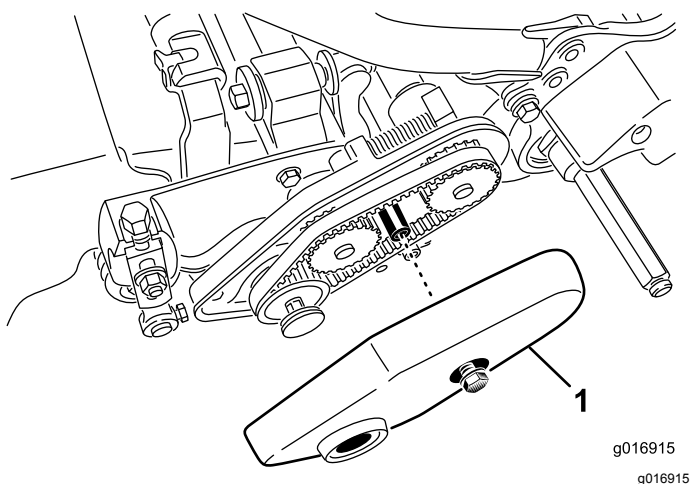

Figura 20
2. Afloje el perno que sujeta la cubierta de la correa y retire la cubierta de la correa para tener acceso a la correa (Figura 20).